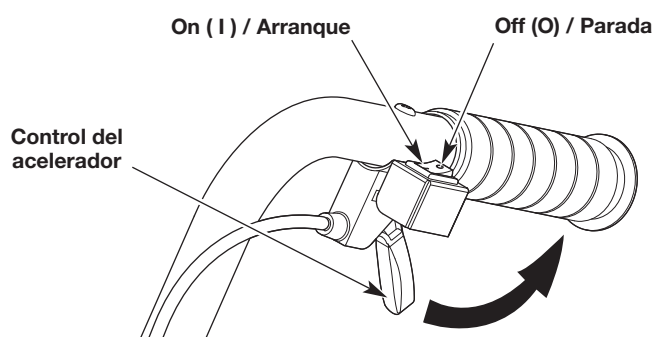

Fig. 7
NOTA: No es necesario encender la unidad. El interruptor de encendido/apagado está en la posición ON (I) (encendido) en todo momento (Fig. 7).
5. **NO** apriete el control del acelerador (Fig. 7). Tire de la cuerda de arranque con un movimiento controlado y firme hasta que arranque la unidad (Fig. 9).
7. Apriete y mantenga oprimido el control del acelerador (Fig. 7). Continúe calentando el motor entre 30 y 60 segundos más. Se puede usar la unidad durante este período.
2. Oprima y mantenga apretado el interruptor de encendido/apagado en la posición OFF (O) (apagado) hasta que el motor se pare por completo (Fig. 7).